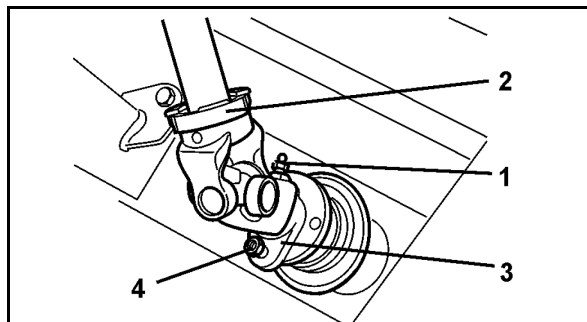

Fig. 56
6. Desserrez le graisseur (Fig. 56/1) et introduisez l'arbre à cardan (Fig. 56/2).
7. Fixez la mâchoire d'accouplement (Fig. 56/3) avec la vis à cisaillement (Fig. 56/4).
8. Resserrez le graisseur (Fig. 56/1).